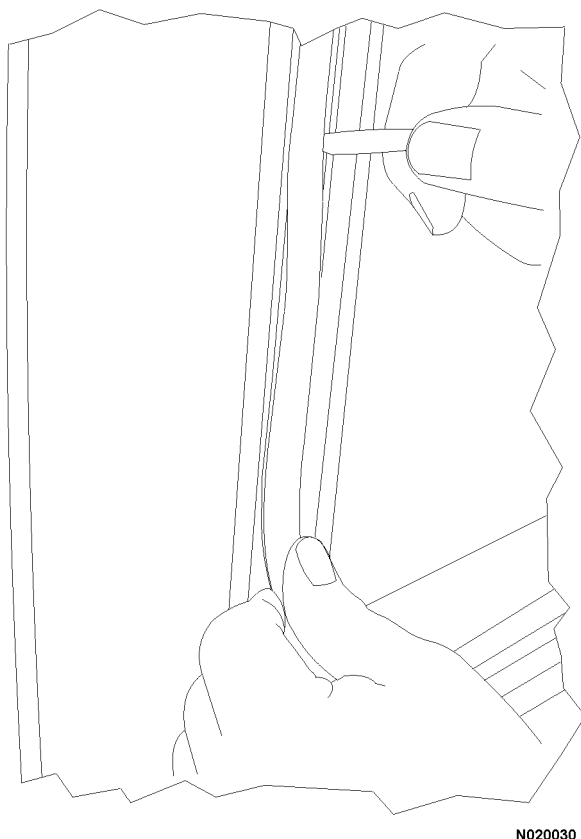

FIGURA 2-15.
18. Instale el material de tapicería sobre la parte superior de los tornillos que sostienen el marco de la ventana a la puerta. Use un destornillador de paleta para ayudarse en la instalación del material de tapicería. Consulte la Figura 2-15.